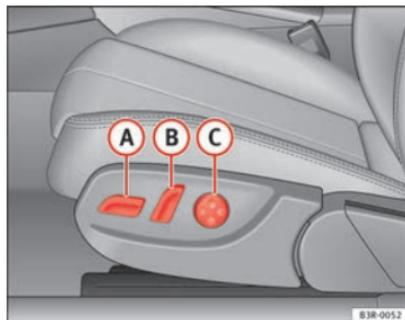
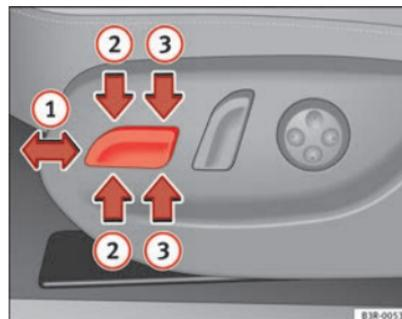

Fig. 105 Asiento delantero: Mandos para el ajuste
Fig. 106 Asiento delantero: Mandos para el ajuste de los asientos
- Desplace el mando **A** ⇒ fig. 105 hacia adelante o hacia atrás **1** ⇒ fig. 106 ⇒  $\Delta$ .